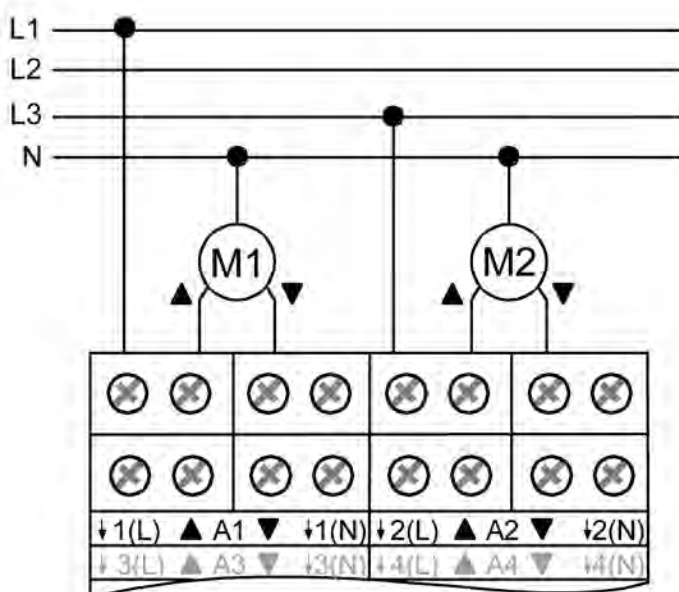

Bild 3: Elektrischer Anschluss für 230 V-Antriebsmotoren
- Antriebsmotoren gemäß Anschluss-Beispiel anschließen (Bild 3).